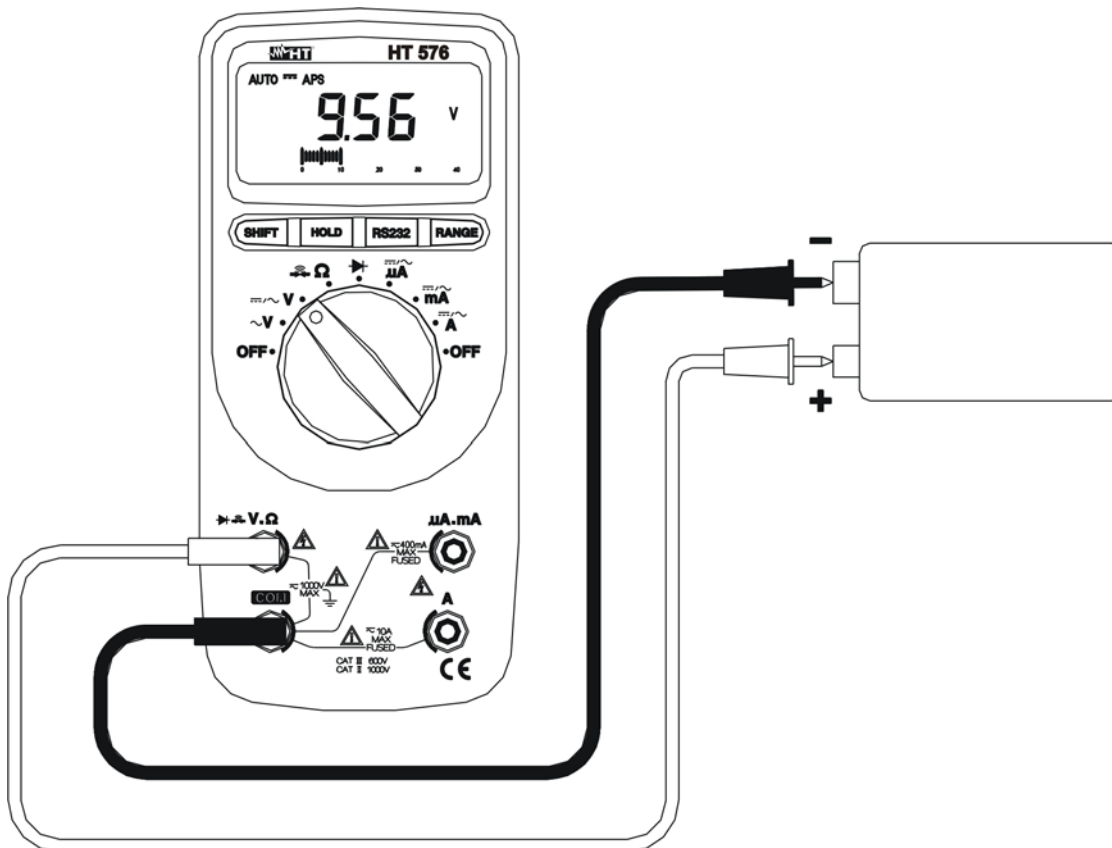

Abb. 3: DC Spannungsmessung
2. Verbinden Sie die Messleitungen wie folgt, die rote in $\text{---}/\sim$ V.Ω Buchse und die schwarze in **COM** Buchse (Abb. 3).
3. Verbinden Sie nun die rote und die schwarze Messleitung mit dem positiven und dem negativen-Pol (siehe Abb. 3); die Spannungsgröße wird automatisch erkannt und am Display angezeigt.
5. Das Symbol "-" im Display zeigt, an das die Prüflleitungen umgepolt werden müssen, damit die Spannung positiv angezeigt wird. Siehe Abb. 3.